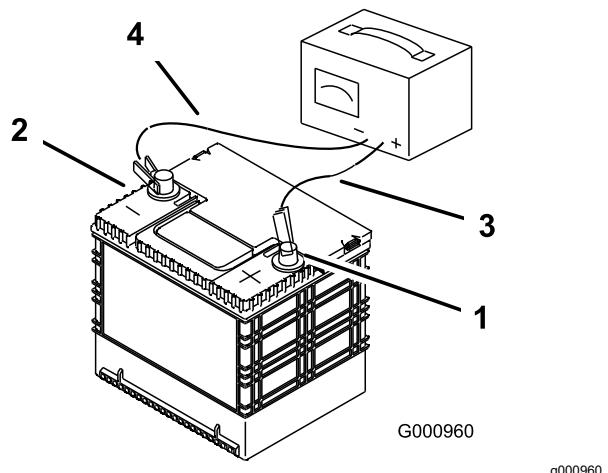

Figura 64
2. Quando a bateria estiver totalmente carregada, desligue o carregador da tomada elétrica e em seguida desligue os cabos do carregador dos bornes da bateria (Figura 64).